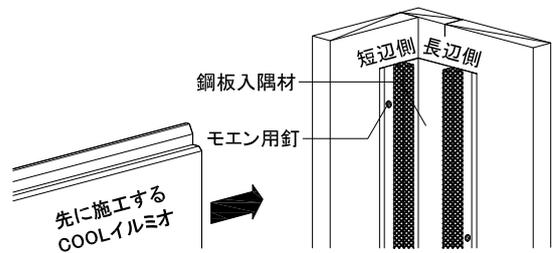

図1 鋼板入隅材の施工
- 鋼板入隅材をモエン用釘(ステンスリング釘φ2.3×38mm)または専用ビス(φ4.1×35mm)で止水材の外側に1m以下の間隔で留め付ける。(図1参照)